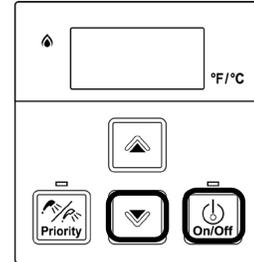

Figura 43
- 4 Para salir de los datos de desempeño, repita el paso 2 anterior. (Figura 43).